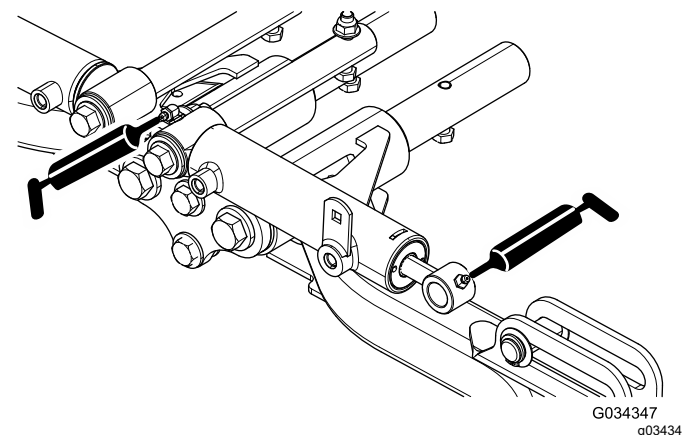

Figura 49
- Perni del braccio di sollevamento anteriore e cilindri di sollevamento (3 cad.); fate riferimento alla Figura 49.